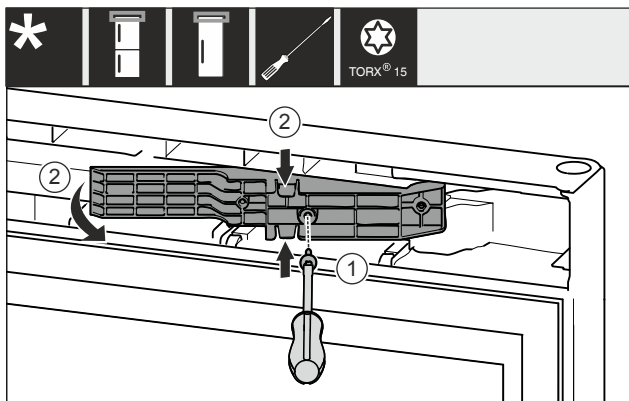

Fig. 12*
- ▶ Ослабити гвинти за допомогою викрутки T15. Fig. 12 (1)*
- ▶ Витягнути деталь адаптера. Fig. 12 (2)*